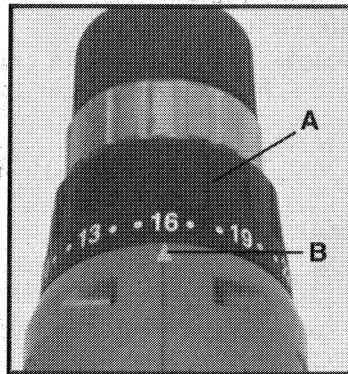

Fig. 3
L'unité d'embrayage offre un choix de vingt positions pour l'embrayage ainsi qu'une position "FORAGE" (verrouillage ferme). La torsion la plus basse est indiquée par la position #1 et la torsion la plus élevée par la position "Forage". Le niveau de torsion de sortie peut être ajusté en faisant tourner le collier avant (A) Fig. 3 jusqu'à ce que le niveau de torsion désiré soit aligné avec la marque de repère (B), Fig. 3. En général, on utilise des niveaux de torsion bas pour enfoncer de petites vis ou pour accomplir les travaux délicats. On utilise des niveaux de torsion élevés pour enfoncer de grosses vis. La position "Forage" est utilisée pour forer et pour enfoncer de très grosses vis.